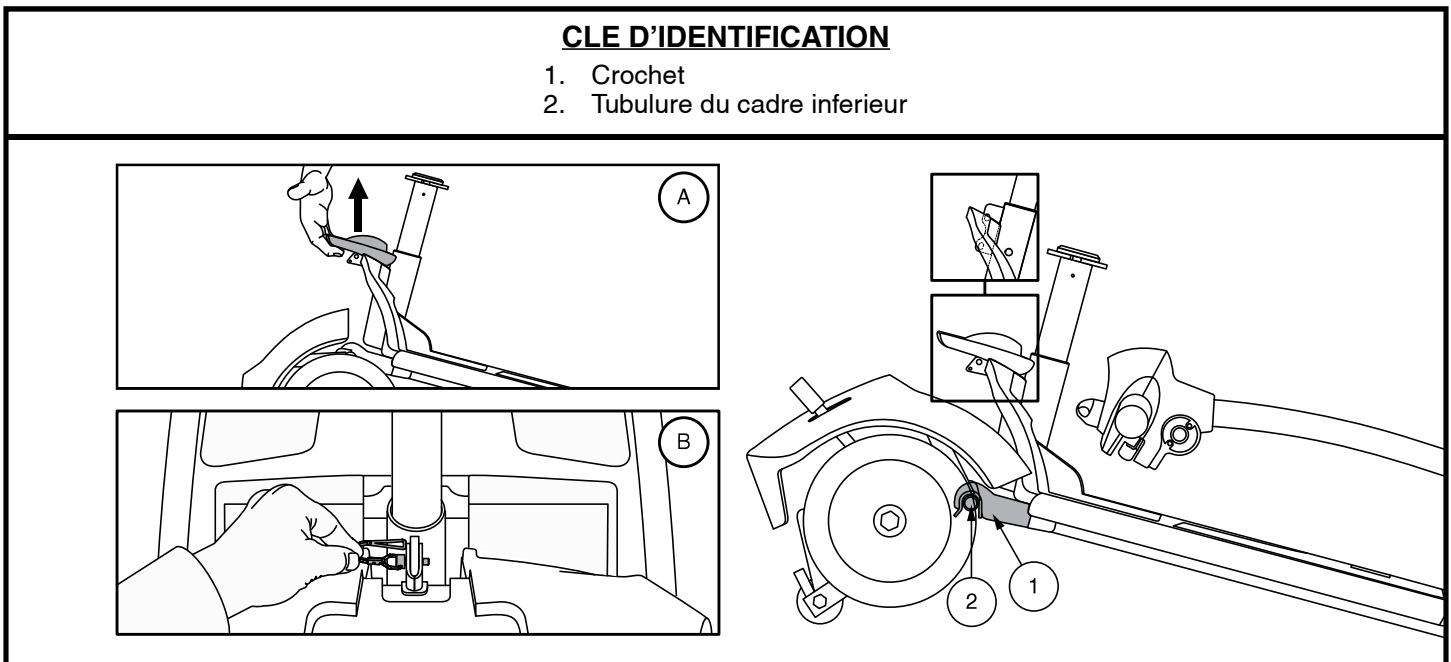

Figure 33. Levier de blocage du cadre (Style A) et Libérez la goupille de verrouillage de blocage du châssis (Style B)
4. Séparez doucement les sections du Travel Scooter. **Voir la figure 33.**
NOTE: Avant de débiter l'assemblage, basculez légèrement la section arrière du Travel Scooter vers ses rolettes antibasculer tel que montré dans la figure 33.
1. Soulevez la section avant par le levier de blocage (ou le mât du siège sur les modèles 29, 36, 336, 83, et 84) et alignez les crochets avec la tubulure de la section arrière. **Voir la figure 33.**
2. Une fois que les crochets du châssis sont sur le tube inférieur du châssis, abaissez la section inférieure avant et faites pivoter la section arrière simultanément. Ceci engagera le verrouillage du châssis automatiquement pour les modèles AAP4, 39, 40, 44, 40LX, 40X, 44X, 40E, 44E, 44LX, 49, 50LX, 50LXLIT, 54LX, 54LXLIT, 53, 53HD, 54, 54HD, 66, 67, 73, 74, et Jazzy ZTS. Pour les modèles 29, 36, 336, 83, et 84, vous aurez besoin de réinstaller la goupille de verrouillage du châssis pour terminer l'assemblage du corps. **Voir la figure 33.**